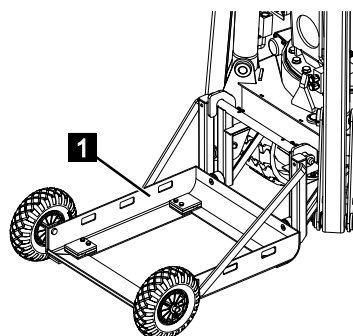

Abb. 31
1. Der Aggregateträger (Abb.31/1) dient zur Aufnahme eines optionalen Generators. Er ist schwingend gelagert und kann demontiert werden. Der Generator muss mit Sicherheitsgurten am Aggregateträger fixiert werden.